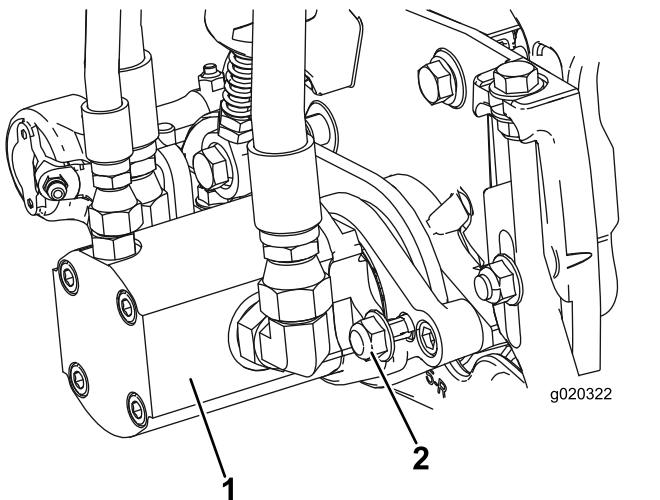

Figura 11
16. Instale el motor girándolo en el sentido de las agujas del reloj de modo que las bridas del motor no choquen con las contratuercas (Figura 11). Gire el motor en sentido antihorario hasta que las bridas rodeen las tuercas, luego apriete las tuercas.